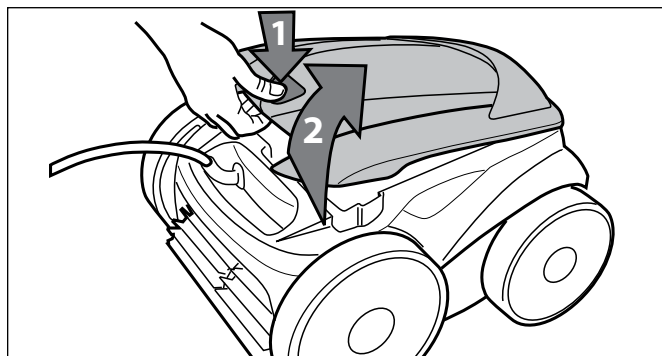

Figure 24. Soulever le couvercle du robot nettoyeur
- Appuyer sur le verrou du couvercle (1) et soulever le couvercle (2) jusqu'à ce qu'il soit fixé en position verticale. (Figure 24).